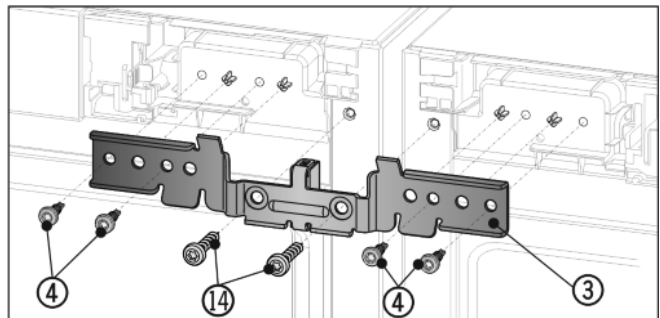

Fig. 7
- ▶ Winkel Fig. 7 (3) mit dem Distanzstück zwischen die Geräte und auf die Zapfen schieben. Den Winkel mit vier Schrauben Fig. 7 (4) und den zuvor herausgeschraubten Erdungsschrauben Fig. 7 (14) abwechselnd rechts und links lose anschrauben.